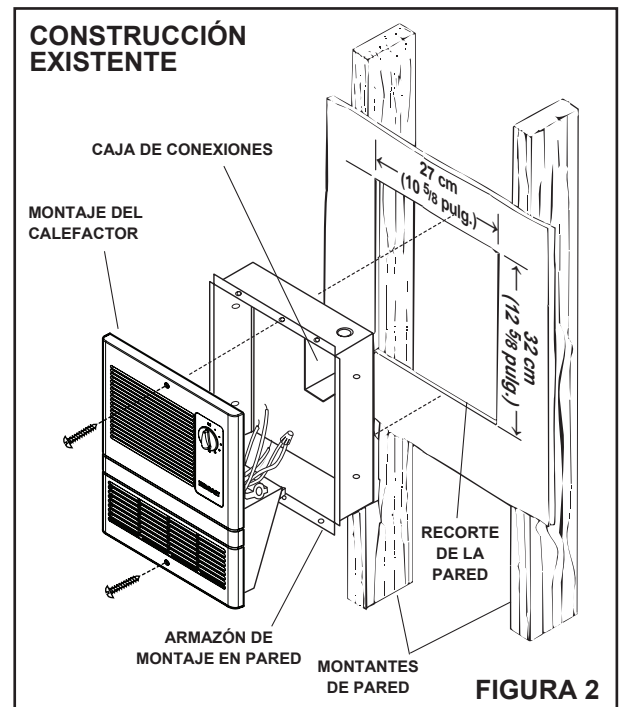

FIGURA 2
2. **Vea la figura 2.** Haga el recorte de la pared al lado de un montante de la pared. Tamaño del recorte: 32 cm (12 ½ pulg.) de alto x 27 cm (10 ⅝ pulg.) de ancho con el armazón.